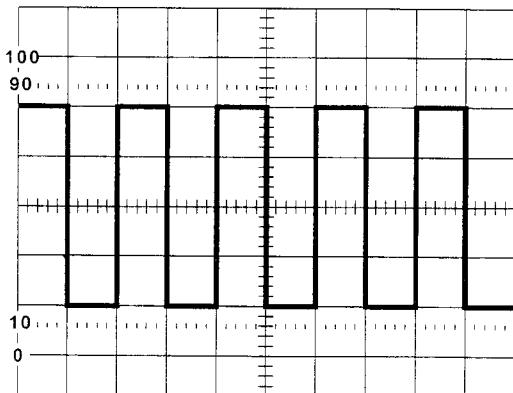

Abbildung 7.2-1
- 6.) Bringen Sie AC-GND-DC Schalter in Stellung AC. Am Schirm sollte ein Bild wie in Abbildung 7.2-1 gezeigt, erscheinen.
Stellen Sie auf dem Oszilloskop den Zustand wie in Abbildung 7.2-1 gezeigt her. Bringen Sie nun den VERT.MODE Schalter in Stellung ADD. Beide Kurven werden nun addiert in einem Kurvenzug dargestellt. Da zwei gleiche Signale addiert werden, verdoppelt sich die Amplitude.